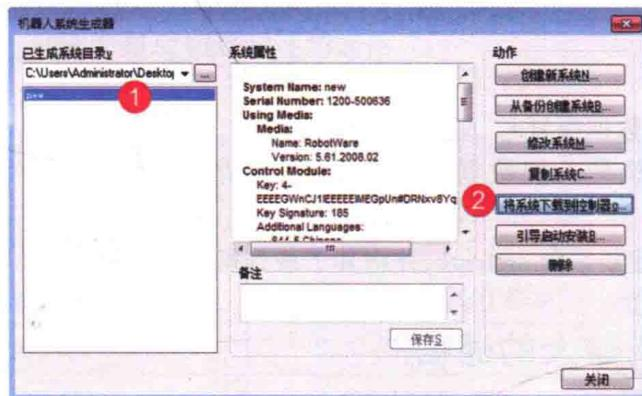

图 1-21 选择新系统 “new”
①进入“机器人系统生成器”,选择新建立的系统 new,如图 1-21 所示。
②选择将系统下载到控制器,如图 1-21 所示。